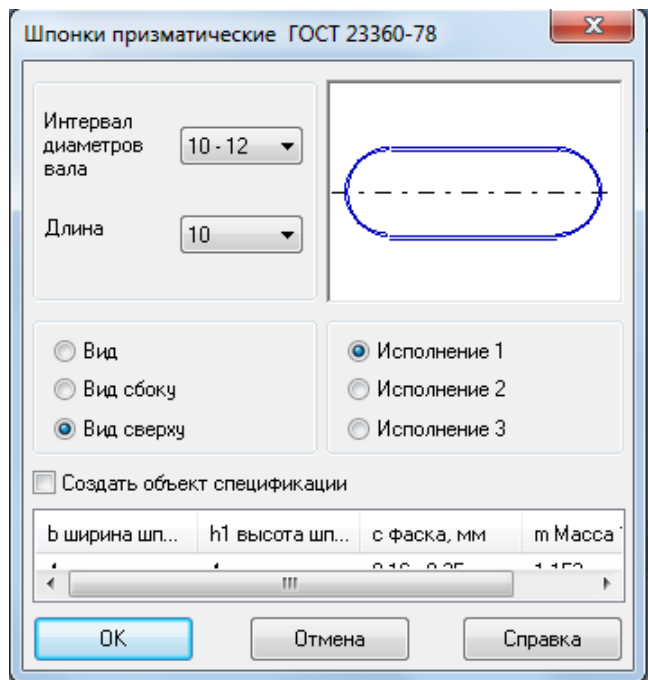

Рисунок 113.
2. Откройте «Конструкторскую библиотеку», раздел «Шпонки», выберите «Шпонка ГОСТ 23360-78» (рисунок 113). Выберите диапазон диаметров участка вала под шпонку (в нашем примере – 10-12). Задайте длину шпонки (предварительно ее рассчитав) – **10мм**, выберите *Вид сверху*, *Исполнение 1*.